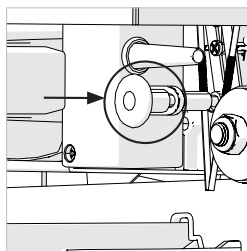

Fig. 17
- Den Schneidkopf vollständig nach unten senken, so dass er in den zusätzlichen unteren Sägeblattschutz hineingreift. Den Arretierstift des Schneidkopfs in seinen Sockel drücken.. (**Abb. 17**).